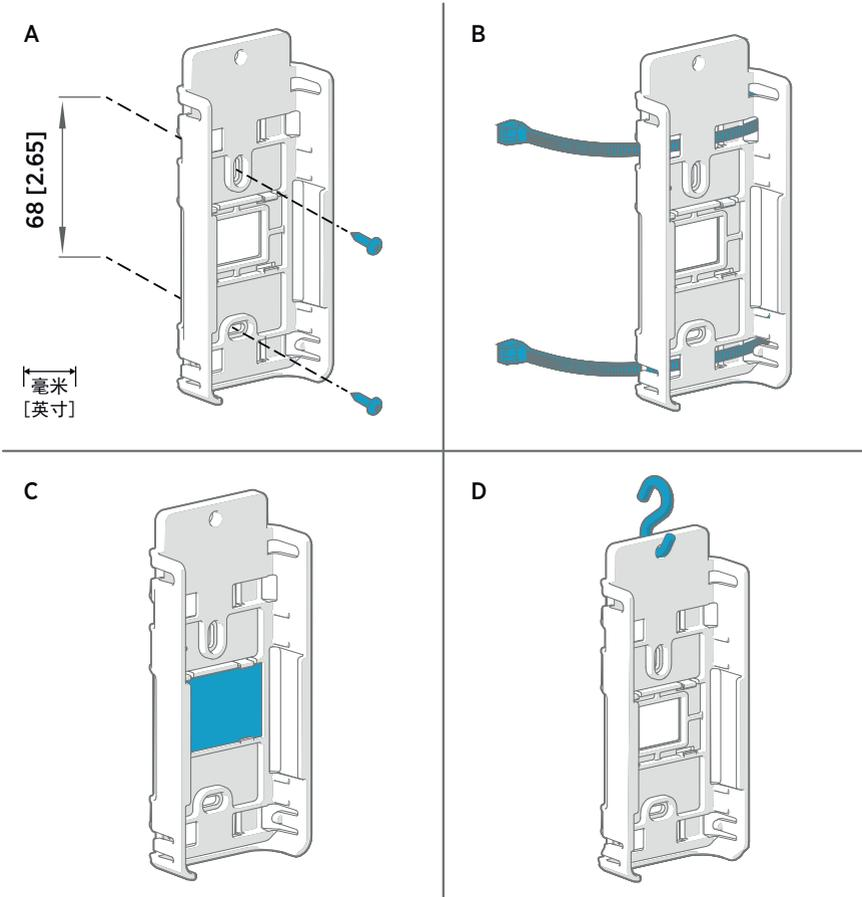

图 46 RFL100 安装方法
2. 使用图 46 (页 66)所示的安装方法之一连接安装支架。让支架处于垂直方向，使探头或探头电缆在安装后指向下方。在没有安装支架的情况下请勿连接 RFL100。